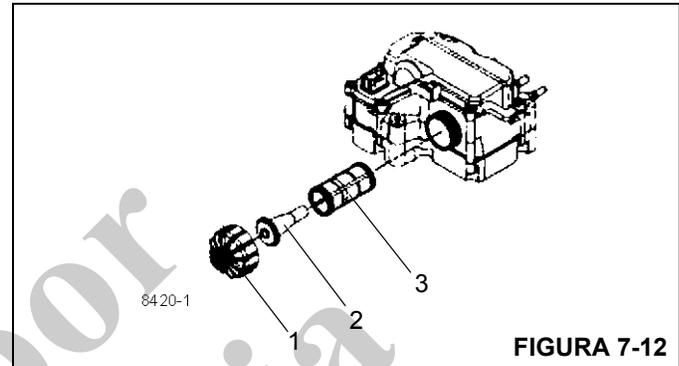

FIGURA 7-12
1. Destornille la tapa del filtro de DEF (1, Figura 7-12).
2. Retire el elemento igualador (2) del filtro de DEF de postratamiento.
3. Retire el elemento de filtro de la unidad de dosificación de DEF de postratamiento (3).